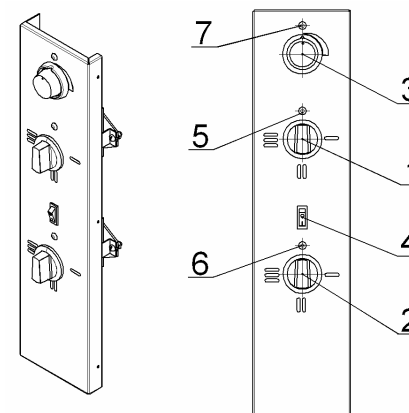

Рис.4
4.5 Приборы управления и светосигнальная арматура размещены (рис.4) на снимаемой панели управления (рис.4 поз.3), которая расположена с правой стороны шкафа.
4.5.1 Ступенчатое регулирование мощности верхних и нижних ТЭНов осуществляется установкой ручек переключателей (поз.1 и 2) в фиксированные положения, обозначенные на панели управления символами I, II и III, что соответствует режимам нагрева ТЭНов: слабый, средний и сильный. При этом, мощность ТЭНов изменяется следующим образом: 0,75 – 1,5 – 3,0 кВт. Отключение ТЭНов производится установкой ручек переключателей в положение «0» (напротив сигнальных ламп рис.4, поз.5 и 6).
Установка и автоматическое поддержание необходимой температуры (от 50 до 300°C) в камере осуществляется терморегулятором (рис.4, поз.3).
Переключатели верхних и нижних ТЭНов, а также терморегулятор снабжены сигнальными лампами (рис.4, поз.5, 6 и 7).
7.4 Установите (по часовой стрелке) лимбом терморегулятора (рис.4, поз.3) температуру в камере шкафа, предусмотренную технологией приготовления продукта (должна загореться сигнальная лампа рис.4. поз.7).
7.5 Установите ручки переключателей (рис.4, поз.1 и 2) нижних и верхних ТЭНов в положения I, II или III (должны загореться сигнальные лампы рис.4, поз.5 и 6).
7.7 Для визуального контроля состояния приготавливаемых в камере продуктов, при закрытой дверке, включите клавишей (рис.4, поз.4) лампу подсветки камеры.